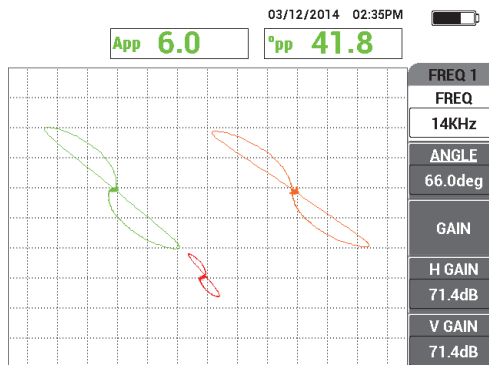

Abbildung 5-145 Prüfen des Thru-Wall-Lochs
16. Halten Sie die Sonde neben das Thru-Wall-Loch, drücken Sie den Fußschalter NULL und prüfen Sie das Loch mit einer Zugbewegung (siehe Abbildung 5-145 auf Seite 245).